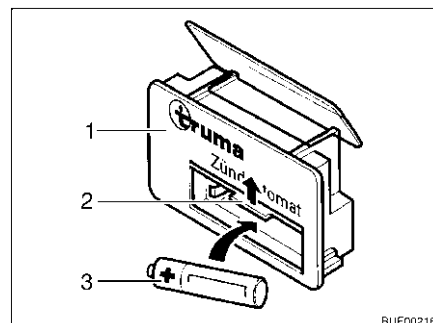

Fig. 108 Dispositivo di accensione
- Spingere la copertura (Fig. 108,2) del vano batteria sul dispositivo di accensione (Fig. 108,1) verso l'alto.
- Inserire una nuova batteria (Fig. 108,3) dello stesso tipo nel vano batteria del dispositivo di accensione rispettando la polarità (+/-). Utilizzare soltanto batterie Mignon resistenti alle alte temperature (+70 °C) e sicure da perdite.